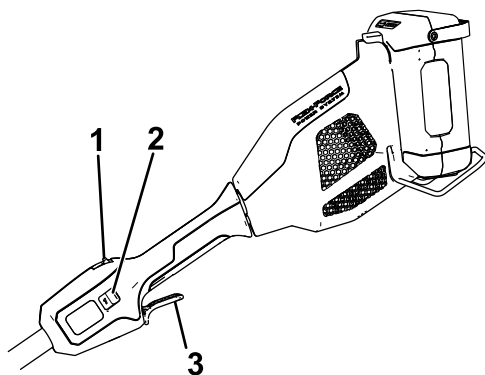

Figura 10
4. Para ligar a máquina, aperte o gatilho de bloqueio, depois aperte o gatilho de funcionamento (Figura 10).